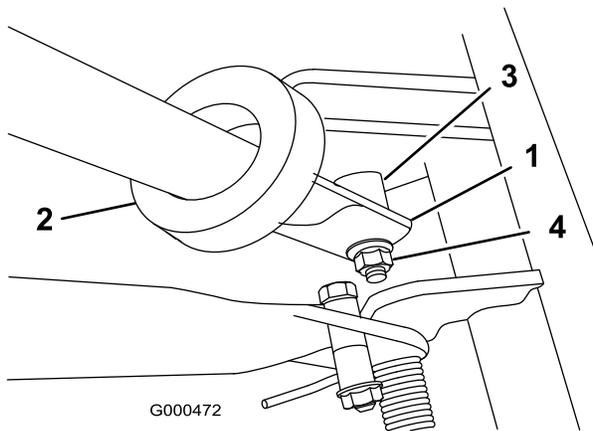

図 9
2. ハンドル・サポート・アームの溝にハンドルを差し込む (図 9)。
3. 左右のハンドル端を内側に押し縮めるようにして、ピボット・ピンの段部に取り付ける (図 9)。
4. フランジ・ロックナットを使って、ハンドルをキャップスクリューとピボット・ピンに固定する (図 9)。